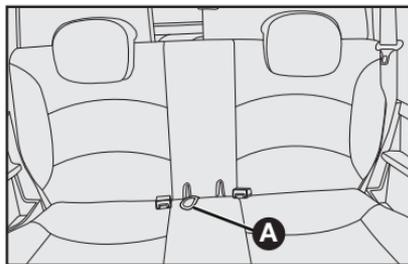

fig. 12
- Tire de la cuerda **A-fig. 12** para levantar el asiento y plegarlo hacia delante;